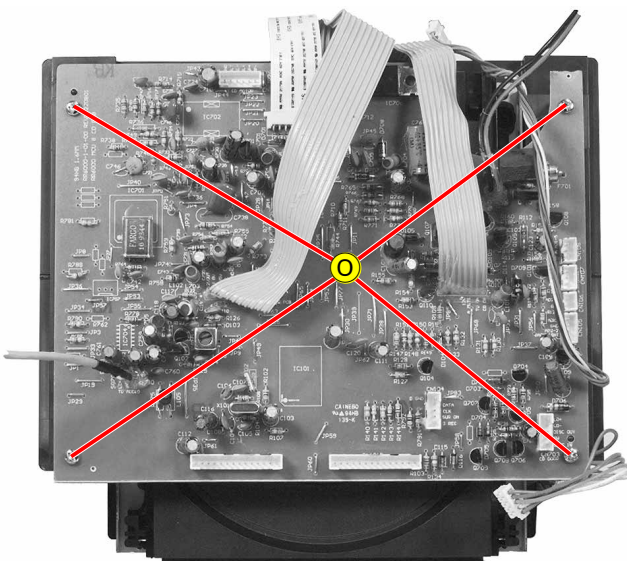

Fig. 12
- 4 Schrauben **O** (Fig. 12) herausdrehen.
- Undo 4 screws **O** (Fig. 12).